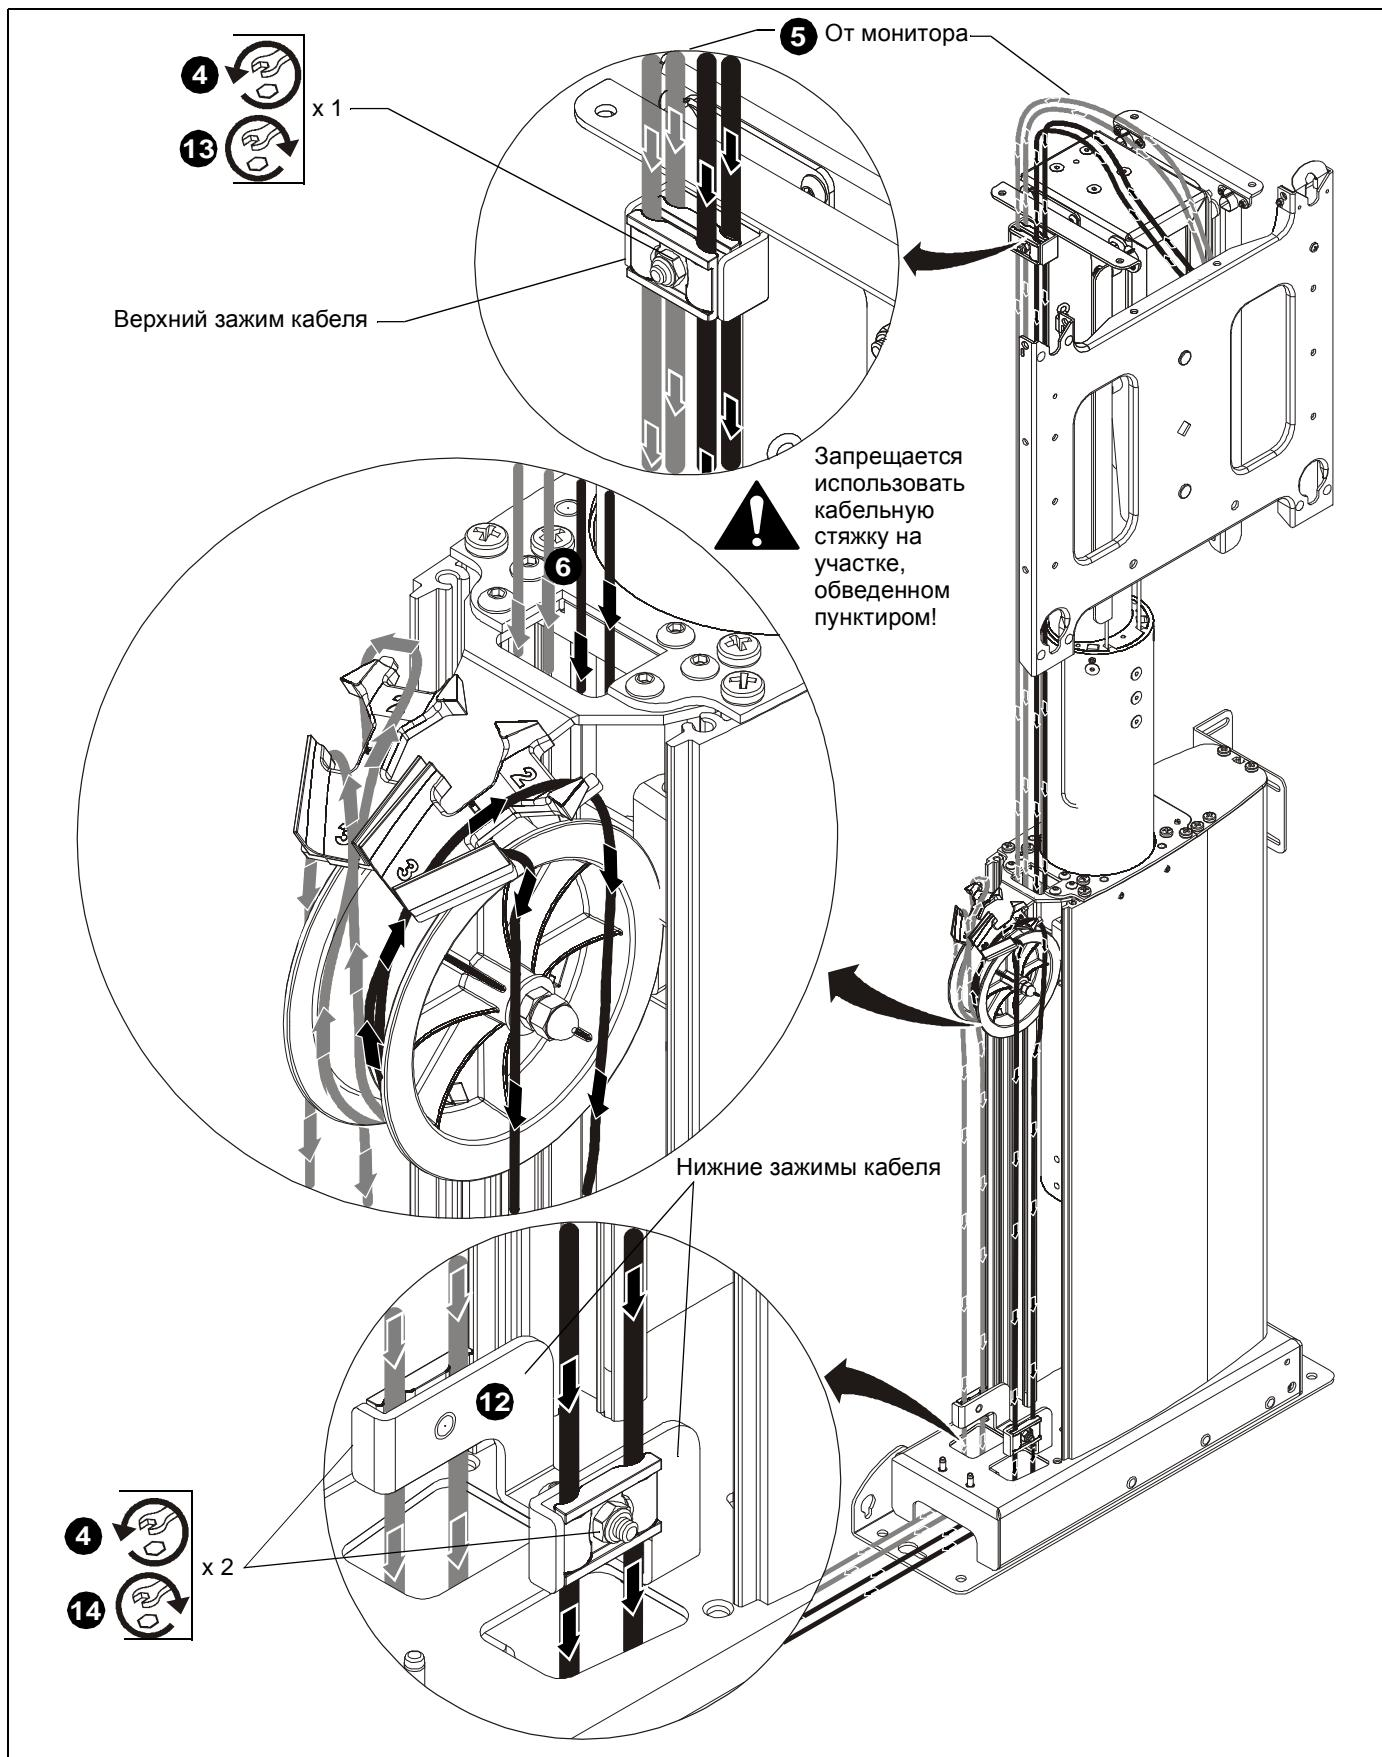
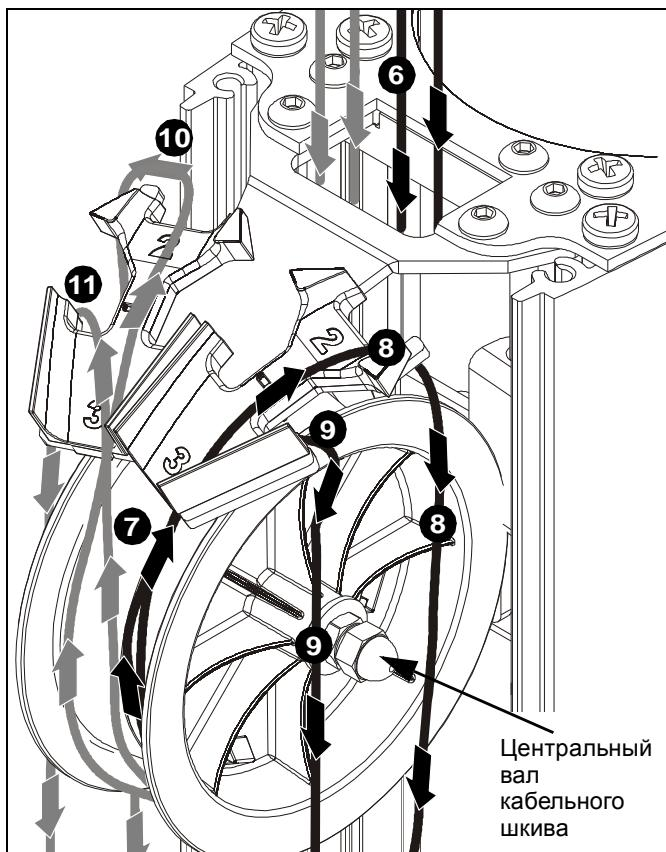

рис. 10
рис. 11
4. Ослабьте три зажима кабеля. (см. рис. 10)
5. Проложите кабель вниз через верхний зажим кабеля. (см. рис. 10) и (см. рис. 11)
6. Проложите кабель вниз через отверстие **за** кабельный шкив. (см. рис. 10) и (см. рис. 11)
- Убедитесь, что кабели на задней части CM2 (серые) находятся на задней части кабельного шкива. (см. рис. 10) и (см. рис. 11)
- Убедитесь, что кабели на передней части CM2 (черные) находятся на передней части кабельного шкива. (см. рис. 10) и (см. рис. 11)
7. Проложите кабели под кабельным шкивом и заведите их вверх над **верхней частью** кабельного шкива. (см. рис. 10) и (см. рис. 11)
8. Проложите один кабель от передних (черных) зажимов кабеля через отверстие для кабеля № 2 и опустите прямо вниз рядом с центральным валом кабельного шкива. (см. рис. 10) и (см. рис. 11)
9. Проложите один кабель от передних (черных) зажимов кабеля через отверстие для кабеля № 3 и опустите прямо вниз с другой стороны центрального вала кабельного шкива. (см. рис. 10) и (см. рис. 11)
10. Проложите один кабель от задних (серых) зажимов кабеля через отверстие для кабеля № 2 и опустите прямо вниз рядом с центральным валом кабельного шкива. (см. рис. 10) и (см. рис. 11)
11. Проложите один кабель от задних (серых) зажимов кабеля через отверстие для кабеля № 3 и опустите прямо вниз с другой стороны центрального вала кабельного шкива. (см. рис. 10) и (см. рис. 11)
**ВАЖНО!** Убедитесь, что кабели не согнуты и не перекручены! Кабели с передних (черных) верхних зажимов (см. рис. 10) должны быть спереди кабельного шкива (см. рис. 11) и спереди нижнего зажима кабеля (см. рис. 10). Кабели с задних (серых) верхних зажимов (см. рис. 10) должны быть сзади кабельного шкива (см. рис. 11) и сзади нижнего зажима кабеля (см. рис. 10).
12. Продолжайте прокладку кабелей вниз через нижние кабельные зажимы. (см. рис. 10)
14. Начиная от верхнего кабельного зажима и перемещаясь вниз, удалите все провисания кабелей и затяните нижние зажимы кабелей. (см. рис. 10)